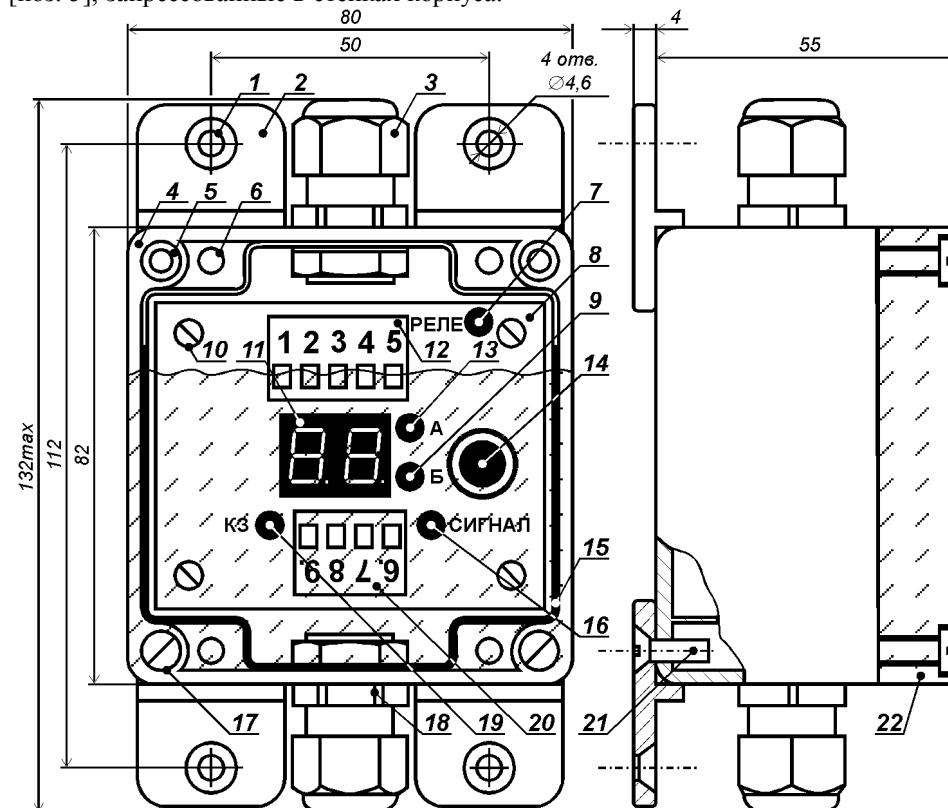
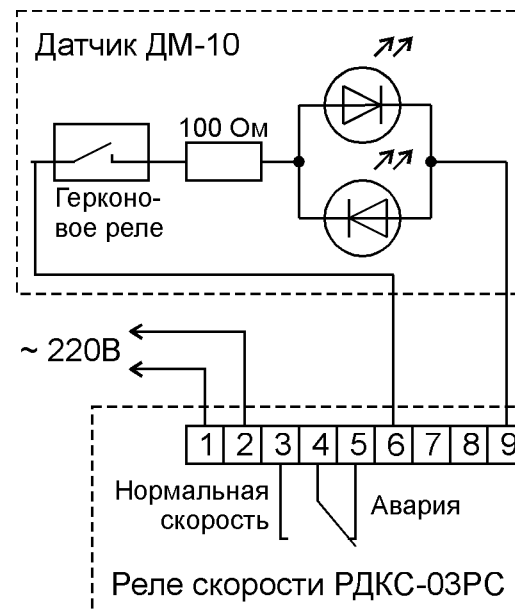

Рис. 1. Конструкция реле скорости РДКС-03РС.
Рис. 3. Схема подключения РДКС-03.
Конструкция РС показана на рис. 1. Устройство размещено в пластмассовом корпусе [поз. 4], который закрыт прозрачной крышкой [поз. 22] через уплотнитель [поз. 15] четырьмя винтами [поз. 17]. Винты вворачиваются в резьбовые втулки [поз. 5], запрессованные в стенках корпуса.
- светодиод: «Реле» [поз. 7], показывающий состояние выходных контактов РС. Светодиод горит, когда контакты находятся в положении «Нормальная скорость» (рис. 3);
Схема подключения УКС показана на рис. 3.
РС монтируется либо вблизи контролируемого механизма, либо в электрощитовом помещении, рядом с его пусковой аппаратурой. Для крепления РС служат четыре винта М4х10 из комплекта поставки. Винты вворачиваются в установочные отверстия РС [поз. 1 на рис. 1].
Клеммы РС рассчитаны на использование проводов сечением от 0,5 до 2,5 мм2. Клеммы 1 и 2 РС служат для подачи напряжения электропитания (см. рис. 3), а клеммы 3, 4 и 5 – для блокировки контролируемого механизма. Датчик ДМ-10 в произвольной полярности подключается к клеммам 6 и 9, а клеммы 7 и 8 РС не используются. Для подключения проводов к разъёмным клеммным рядам РС необходимо отсоединить клеммные колодки от печатной платы, осторожно потянув их вверх. Затем следует провести кабели через гермовводы и подключить провода к клеммам, после чего вновь присоединить колодку к печатной плате РС до фиксации.
При отсутствии сетевого напряжения на клеммах 1 и 2 РС контакты встроенного электромагнитного реле находятся в положении «Авария» (рис. 3).
После подачи питания и до нажатия на энкодер [поз. 14 на рис. 1] РС находится в режиме «Работа». Светодиод «А» [поз. 13 на рис. 1] горит, если скорость механизма выше номинальной, а светодиод «Б» [поз. 9 на рис. 1] – если ниже. Цифровое табло [поз. 11 на рис. 1] показывает процент отклонения текущей скорости механизма от номинальной. Если отклонение превысило заданный порог и это превышения длится дольше заданной задержки, то контакты выходного реле РС переходят в положение «Авария» (рис. 3). При изменении скорости на 50 % и более задержка отсутствует. Цифровое табло отображает зафиксированный процент изменения скорости: если скорость в момент отключения была выше номинальной, то горит светодиод «А», а если ниже – то светодиод «Б». В случае принудительного (минуя контакты РС) пуска механизма, когда его скорость войдёт в допустимый диапазон и пройдёт заданное время задержки, контакты реле вернутся в положение «Нормальная скорость» (рис. 3).
В режиме «Автонастройка» РС запоминает текущую скорость объекта, в дальнейшем принимая её за номинальную (за 100%). Контакты реле переходят в положение «Нормальная скорость» (рис. 3) и одновременно мигают светодиоды «А» и «Б».
4. Если при подаче на РС сетевого напряжения загорается светодиод «КЗ» [поз. 19 на рис. 1], то следует устранить короткое замыкание в линии связи между датчиком и РС.
7. Три раза нажав на энкодер [поз. 14 на рис. 1], войти в режим «Автонастройка» (должны одновременно мигать светодиоды «А» [поз. 13 на рис. 1] и «Б» [поз. 9 на рис. 1]).